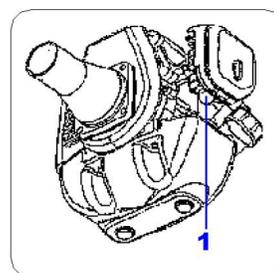

Fig.15
6.1.1- Filtre à air (Fig.15)
Pour enlever le filtre, enlevez le couvercle du filtre en détachant le bouton du couvercle de filtre à air. (Fig.15)